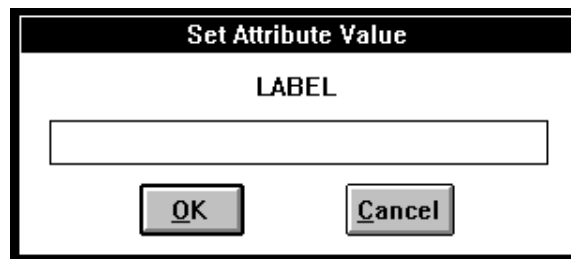

Figura 5
- 2.- Si conociéramos a priori el nombre del componente que queremos insertar lo teclearíamos en el cuadro **Part**. Como no es así, pinchamos en **Browse**. Aparecerá un cuadro de dialogo similar al de la figura 5. Buscamos en las diferentes librerías nuestro componente (buscar en la librería source.slb y seleccionar el componente VSRC).
También se pueden utilizar los iconos de la barra representada en la figura 5
- 5.- Pulse dos veces en la etiqueta V1 (aparecerá un cuadro de dialogo similar al de la figura 5) para modificar su nombre. En este caso escriba en el cuadro de texto del cuadro de diálogo *Set Attribute Value* el nombre de *Vin*. Presione Enter.